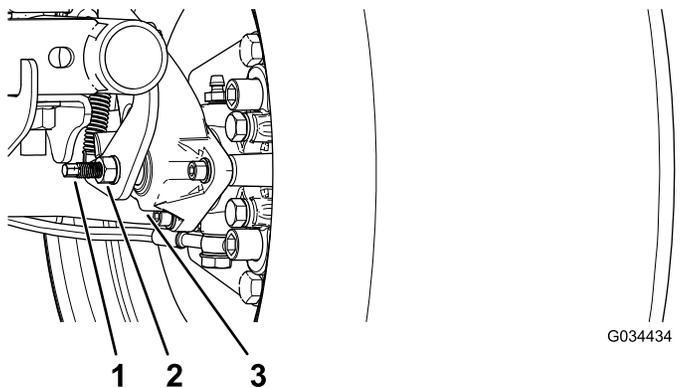

Рисунок 60
3. Используя два ключа, удерживайте регулировочный штырь на суппорте одним ключом и ослабьте контргайку на  $\frac{1}{4}$  оборота другим ключом (Рисунок 60).
4. Удерживая регулировочный штырь и контргайку на месте, поверните регулировочный штырь для затягивания (Рисунок 60).
5. Удерживая регулировочный штырь и контргайку на месте, отверните штырь на  $\frac{1}{4}$  оборота (Рисунок 60).
6. Удерживая регулировочный штырь и контргайку на месте, затяните контргайку (Рисунок 60).